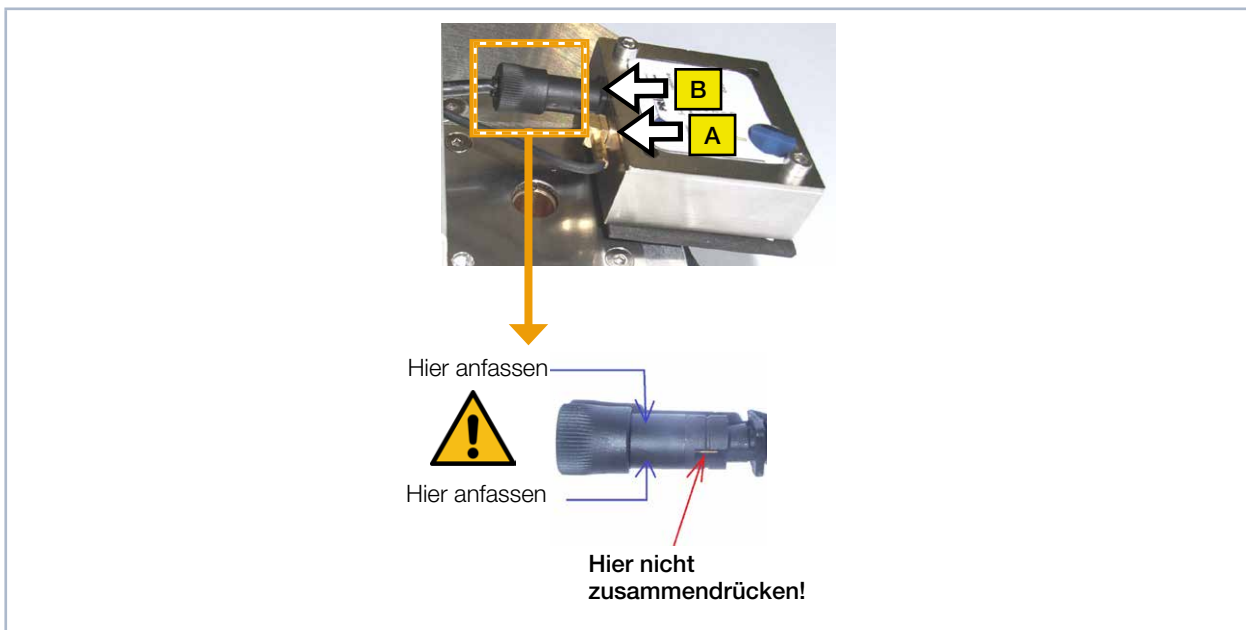

Abb. 16.4: Stecker am Detektor lösen
3. Lösen Sie zuerst den goldfarbenen Winkelstecker (A), danach den schwarzen Stecker (B) (siehe Abb. 16.4 auf Seite 66).